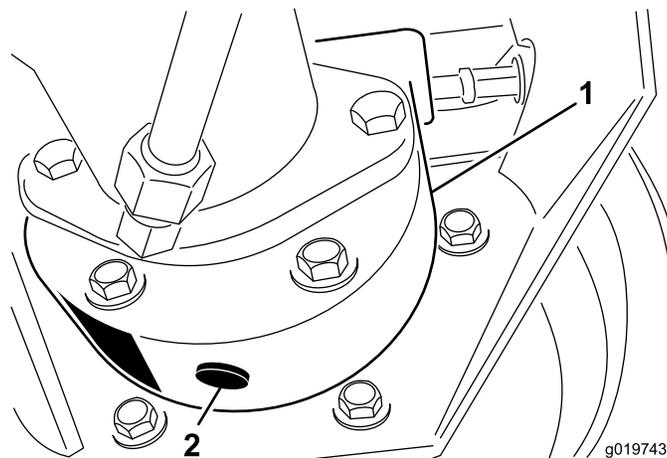

Figura 70
3. Coloque otro recipiente debajo del alojamiento del freno, retire el tapón y deje que se drene el aceite (Figura 70).